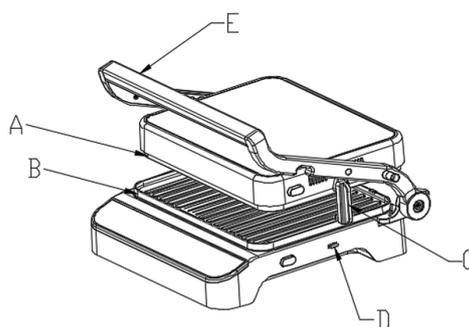

Рис. 3
- **приоткрытое** - при котором пластины не соприкасаются, а находятся на некотором расстоянии друг от друга, как показано на рис. 3. Такое состояние используется для приготовления продуктов закрытым способом.